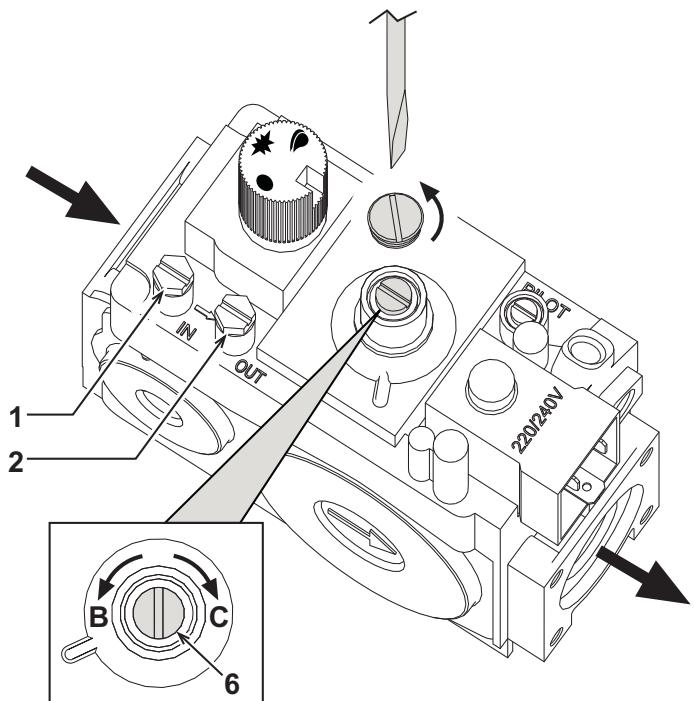
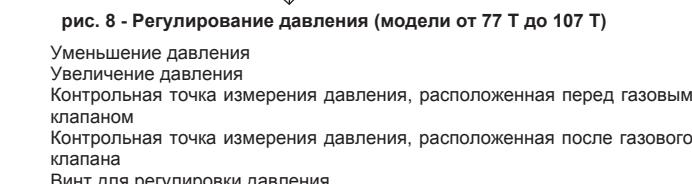

рис. 7 - Регулирование давления (модель 67 Т)
рис. 8 - Регулирование давления (модели от 77 Т до 107 Т)
4. Выполните регулировку давления газа на горелке с помощью винта "6" (см. рис. 7 и рис. 8), используя значения, приведенные в таблице технических характеристик, для выбранного типа газа.